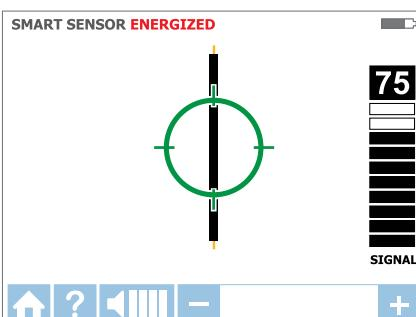

Figura 3.1e
- El símbolo de destino verde indica que el receptor está directamente sobre el cable. Si el receptor no se bloquea en el cable, reduzca la sensibilidad con el botón "-" del teclado o ajuste el transmisor para que transmita a nivel BAJO (precisión). (Consulte la Figura 3.1e).